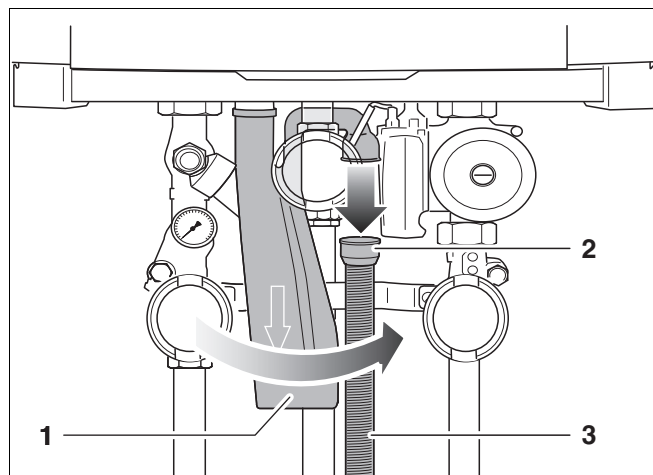

Fig. 108 Den fleksible slange løsnes
- Løsn den fleksible slange (fig. 108, pos. 3) og gummimanchetten (fig. 108, pos. 2) fra vandlåsen (fig. 108, pos. 1).
- Drej vandlåsen en kvart omdrejning i urets retning (fig. 108).